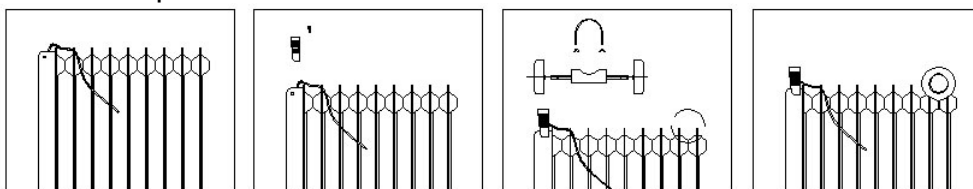

fig. 1
- Fixati piciorusul in partea de jos a radiatorului si strangeti-l cu un surub ( fig.1).